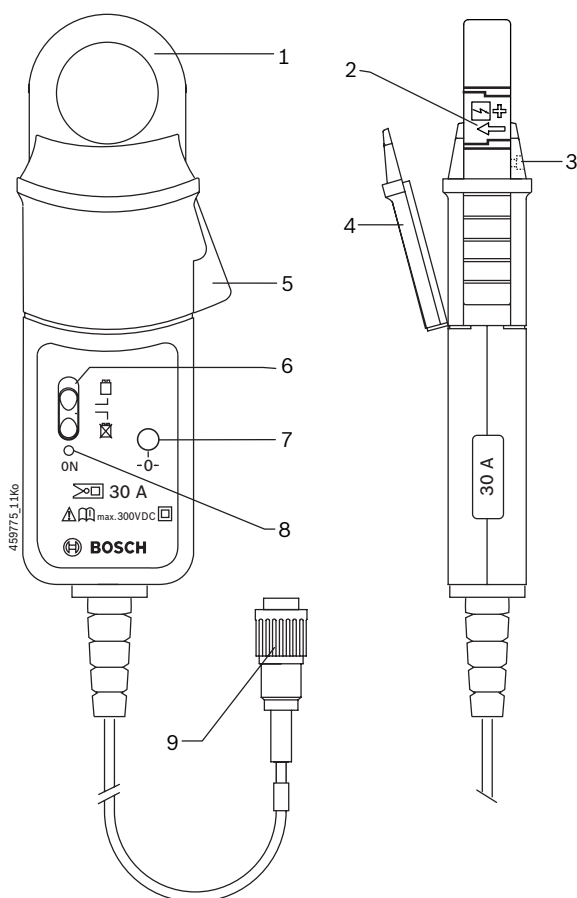

Fig. 1: Strømtang 30 A
Strømtangen tilføres strøm gjennom Bosch-testenheten og trenger derfor ikke batterier. Strømtangens batteribryter (fig. 1, pos. 6) har dermed ingen funksjon. Strømtangen kobles direkte til testsystemet med støpselet (fig. 1, pos. 9).